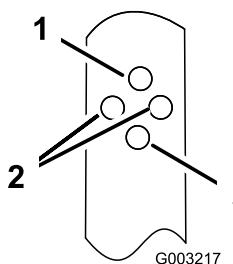

Figura 16
2. Inserite il bullone nel foro di ogni staffa della stegola, in modo da regolare quest'ultima nella posizione più comoda (Figura 16).